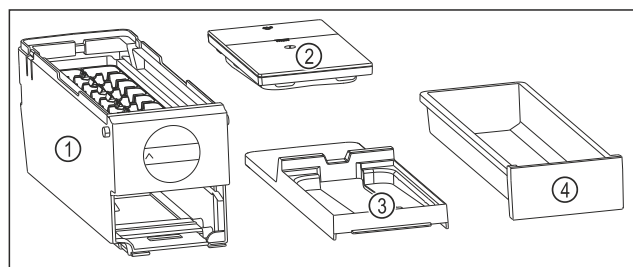

Fig. 92 Beståndsdelar i EasyTwist-Ice
- EasyTwist-Ice är delad i fyra delar. (se Fig. 92)
- Ta endast isär EasyTwist-Ice i de avbildade beståndsdelarna. (se Fig. 92)
- Rengör EasyTwist-Ice-enheten Fig. 92 (1) i sin helhet.